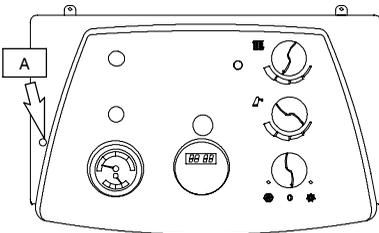

Fig. 5.1
- 2 Enlever les vis "A" (Fig. 5.1 ) et rabattre en avant le tableau de commande.